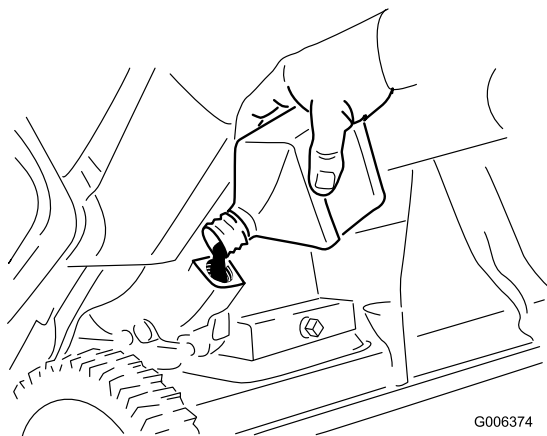

Figura24
8. Cu mâna în poziția de operare, turnați **cu grijă** ulei în orificiul de umplere cu ulei până la punctul de preaplin (Figura24).